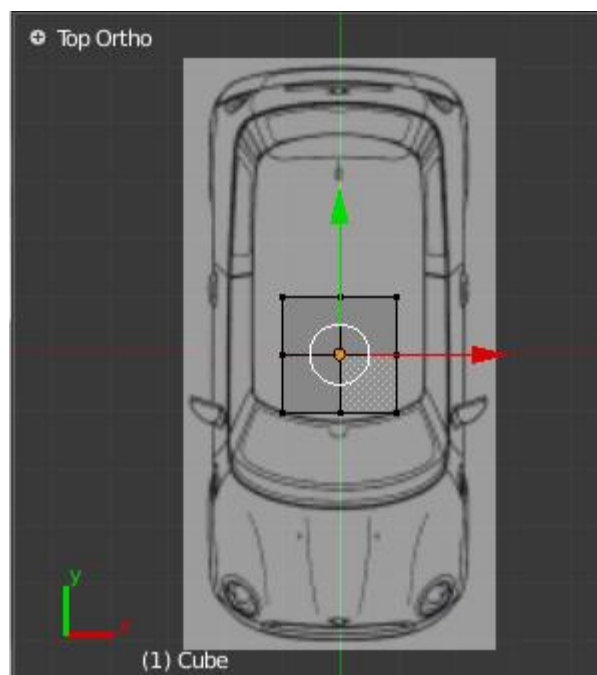

Figura 4.4
5. Seccione a tabela Background Images. Active Background Images. Pressione Add Image, Not Set e Open. Seccione o ficheiro com a imagem de topo do carro. No menu Axis seccione Top. Figura 4.4.